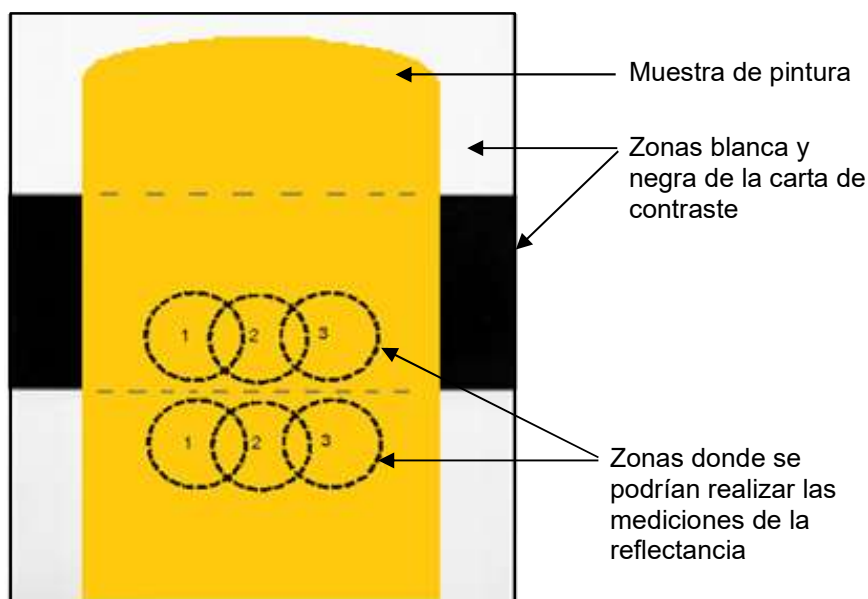

FIGURA 2.- Aplicación de pintura sobre la carta de contraste y ubicación de las zonas de medición de la reflectancia
- F.3.** Sobre la parte superior de la carta de contraste ya colocada sobre el aplicador automático, se coloca el rasador de película con el claro apropiado para dejar el espesor húmedo según el tipo de pintura por probar. Se adiciona una porción de pintura frente al rasador y se distribuye uniformemente la muestra sobre la carta de contraste abarcando las zonas blancas y negras, como se muestra en la Figura 2 de este Manual, misma que además muestra un ejemplo de las posibles zonas donde se realiza la medición de la reflectancia.
**F.6.2.** Se identifican tres zonas de medición en la carta de contraste, las cuales estarán sobre la muestra de pintura evitando en todo momento tomar medidas cercanas a cualquier borde de la muestra de pintura, como se ejemplifica en la Figura 2 de este Manual. Los valores de la relación de contraste se obtienen midiendo primero la reflectancia de la primera zona de medición sobre la zona blanca y después sobre la zona negra. El espectrofotómetro automáticamente proporcionará el valor de la relación de contraste, el cual se registra como  $Rc_{z1}$ .